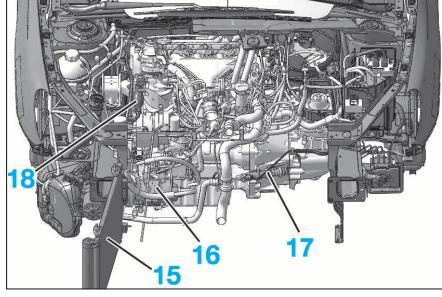

FIG. 75
- le filtre à air (7)
- le col d'entrée d'air (8)
- le raccord d'air (9)
- l'échangeur air/air (10)
- la traverse de façade avant (11)
- la façade avant (12)
- la traverse d'avant (13)
- la traverse de radiateur (14)
- Sans débrancher les canalisations, écarter et brider (Fig.75) :
- le condenseur de réfrigération (15)
- le compresseur de réfrigération (16)
- le récepteur d'embrayage (17).